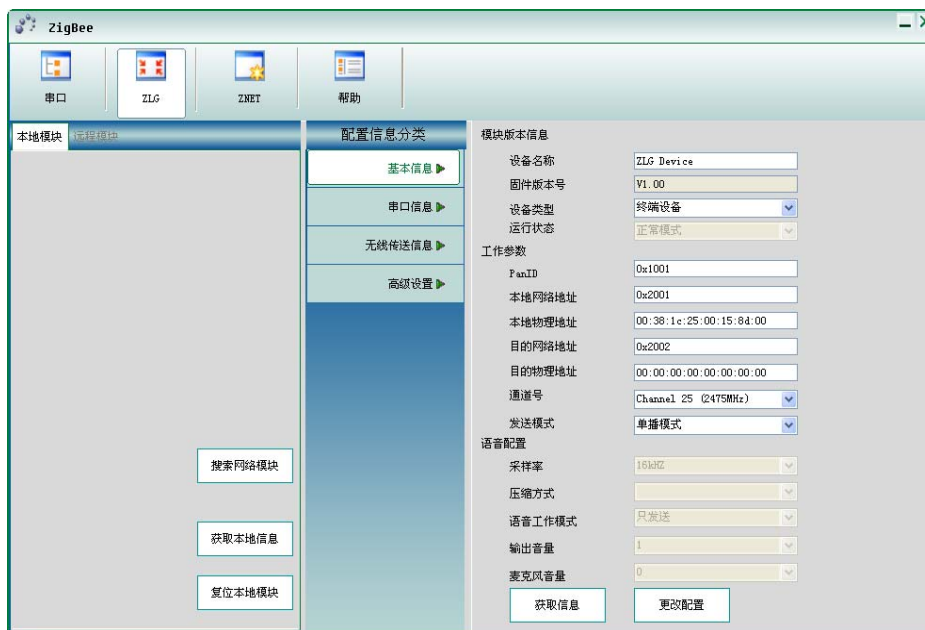
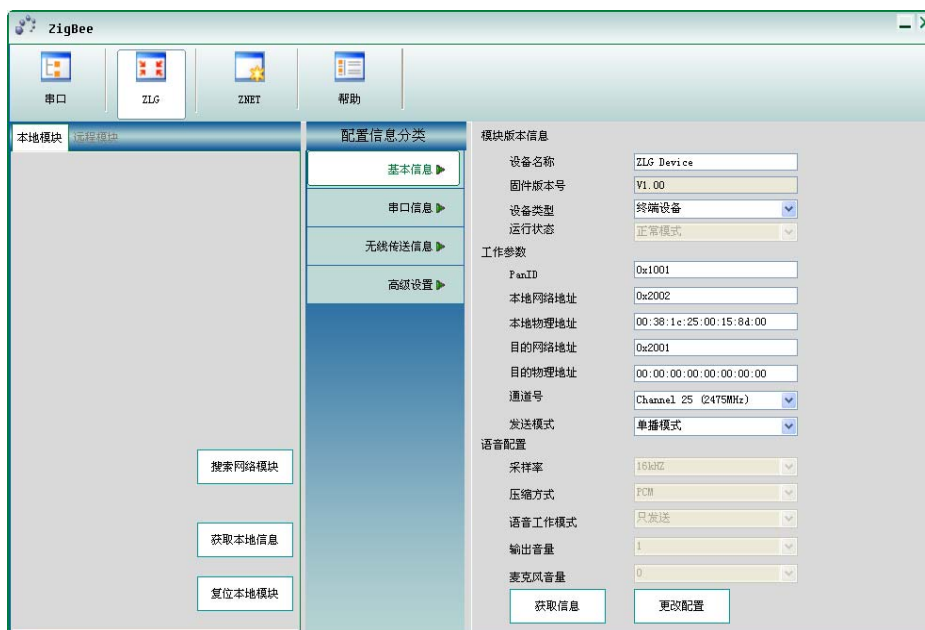

图 5.1 终端设备 1 参数配置
图 5.2 终端设备 2 参数配置
1. 把两个模块的串口分别连接到电脑的串口上，参考第 3 节对两个模块进行配置，两个模块的 **目的网络地址** 分别为配置为对方模块的 **本地网络地址**，两个模块的 PANID 和通道号必须设置为一致，配置信息如图 5.1 和图 5.2 所示。